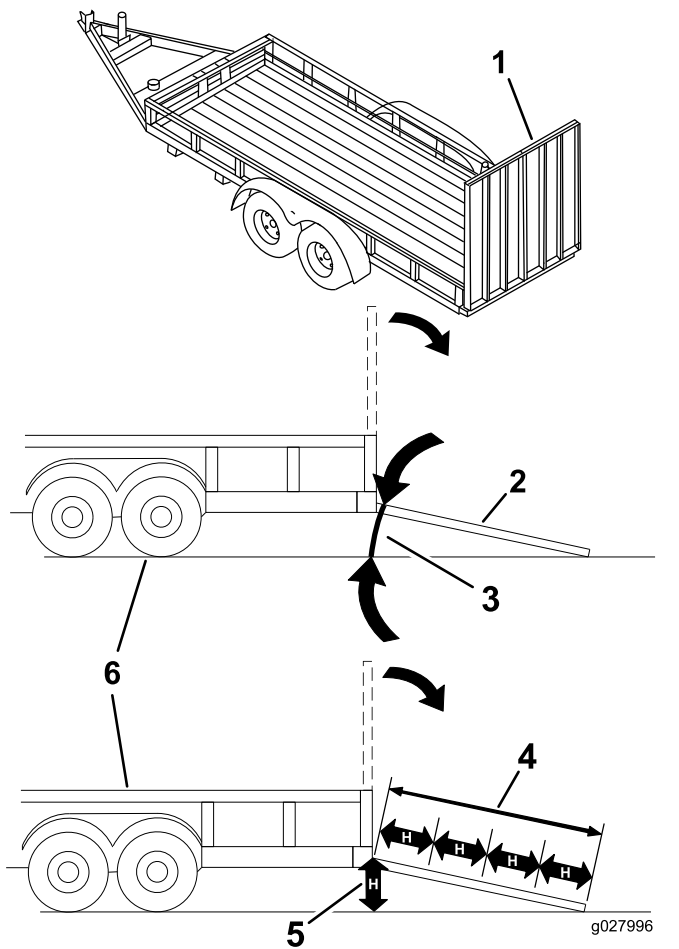

Figura 37
Quando si carica la macchina su un trailer o un autocarro si aumenta il rischio di ribaltamento, che può causare gravi ferite ed anche la morte (Figura 37).
1. Abbassate la rampa, assicurandovi che l'angolazione tra la rampa e il terreno non superi 15 gradi (Figura 37).